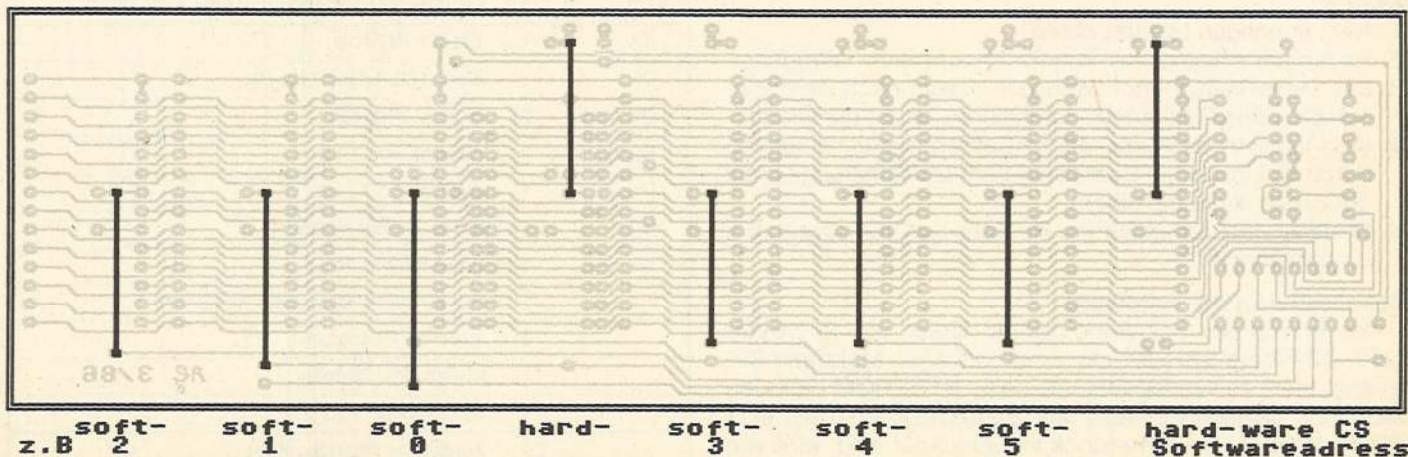

Bild 7. Beispiel für eine hard- und softwaremäßige Umschaltung
2. Das Chipselect-Signal wird durch Auftrennen der Zuleitung zum Basic-Chipselect gewonnen. Die Trennstelle ist im C'er, Ausgabe 10/85 auf Seite 46, Bild 7, dargestellt. Es ist nun die Seite zum PLA-Chip hin mit Kontakt 9 des Expansions-Ports und die Seite zum Basic-ROM mit Stift 10
Außerdem schließt eine optimale Nutzung ein, daß hardwaregeschaltete Bausteine möglichst von der Platznummer 8 in Richtung Platz 4 einzusetzen sind. Ein Beispiel für eine mögliche Verdrahtung können Sie Bild 7 entnehmen. Dieses Beispiel ist nur zufällig gewählt und ist nicht bindend.